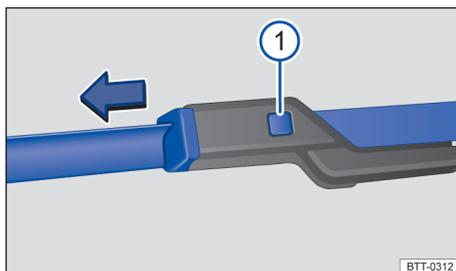

Fig. 167 Substituir as palhetas dos limpadores do para-brisa.
- Manter o botão de destravamento → Fig. 167 ① pressionado e, ao mesmo tempo, retirar a palheta do limpador do para-brisa no sentido da seta.